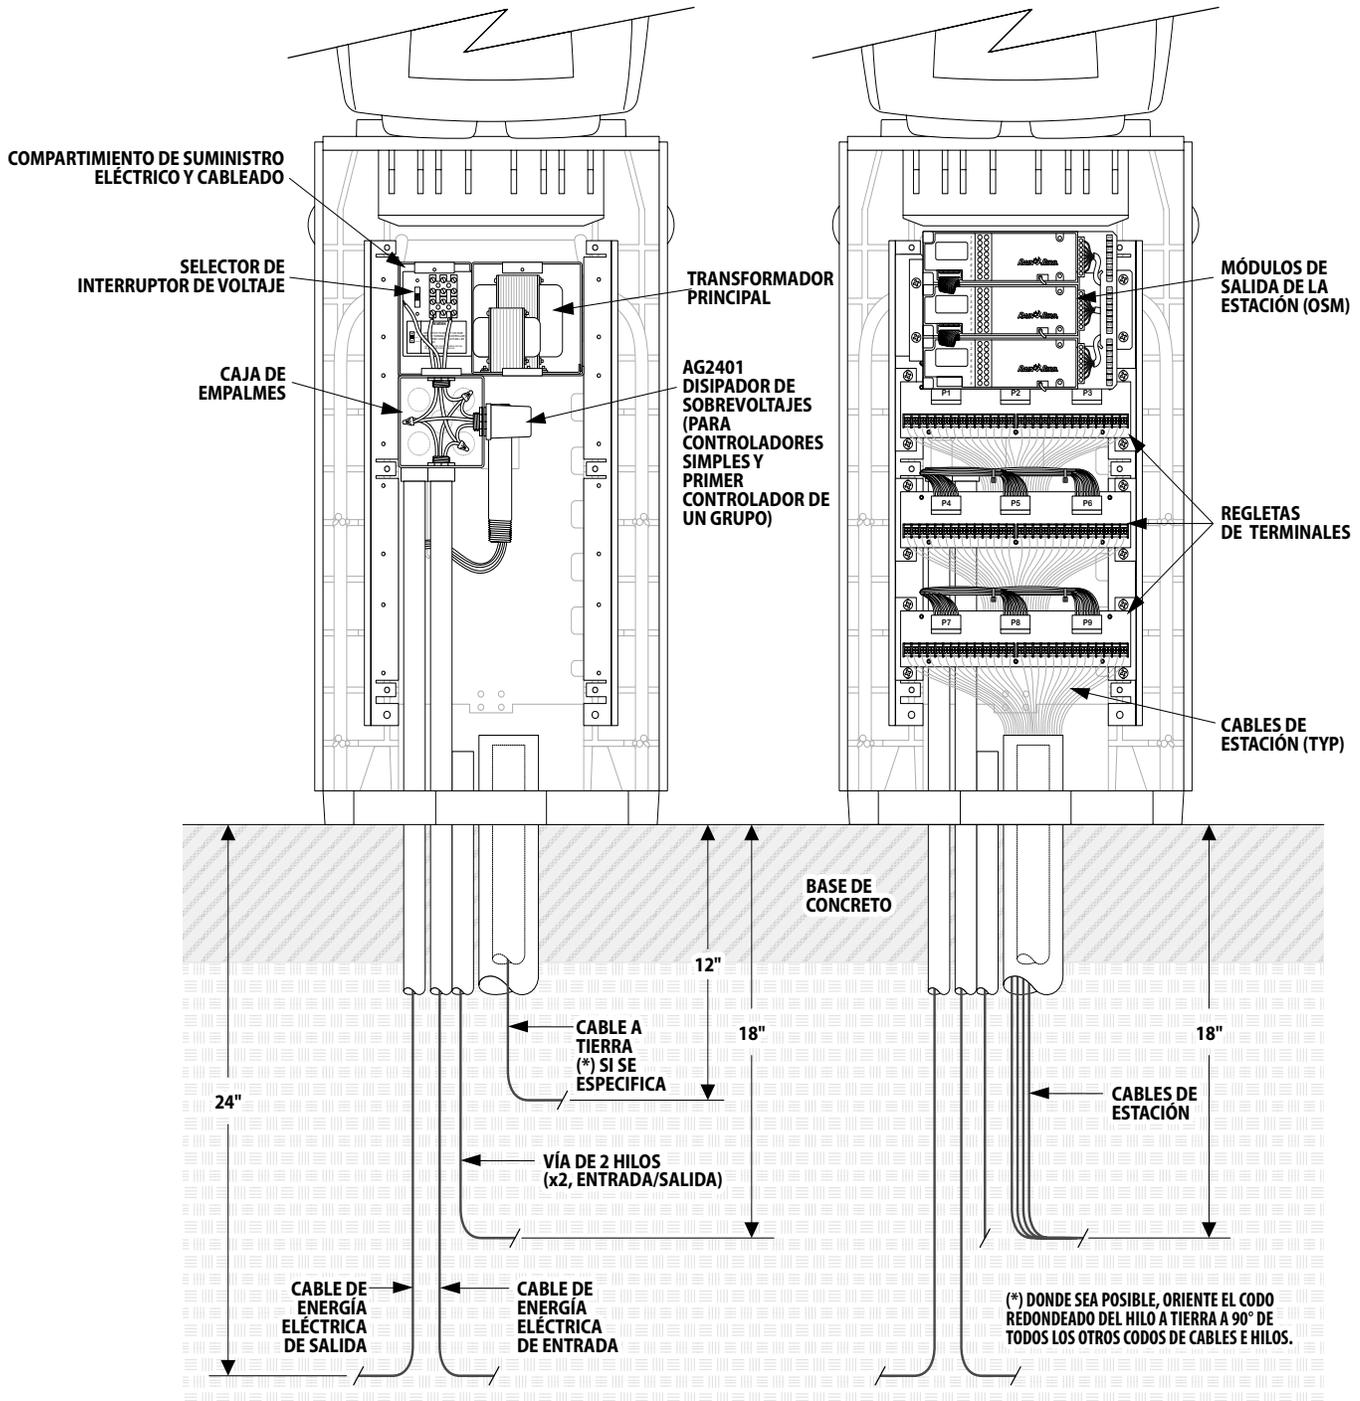

Figura 6
► La Figura 6 muestra información general sobre la forma en que se conecta el cableado de energía eléctrica y la comunicación de controlador a controlador en un grupo.